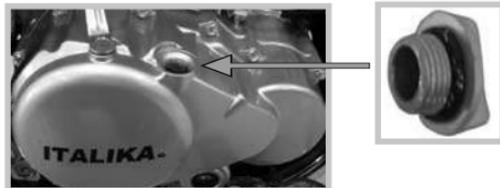

Imagen 20. Agregar aceite
4. Localizar el tapón de aceite en la parte inferior derecha de la motocicleta. Ver imagen 20.